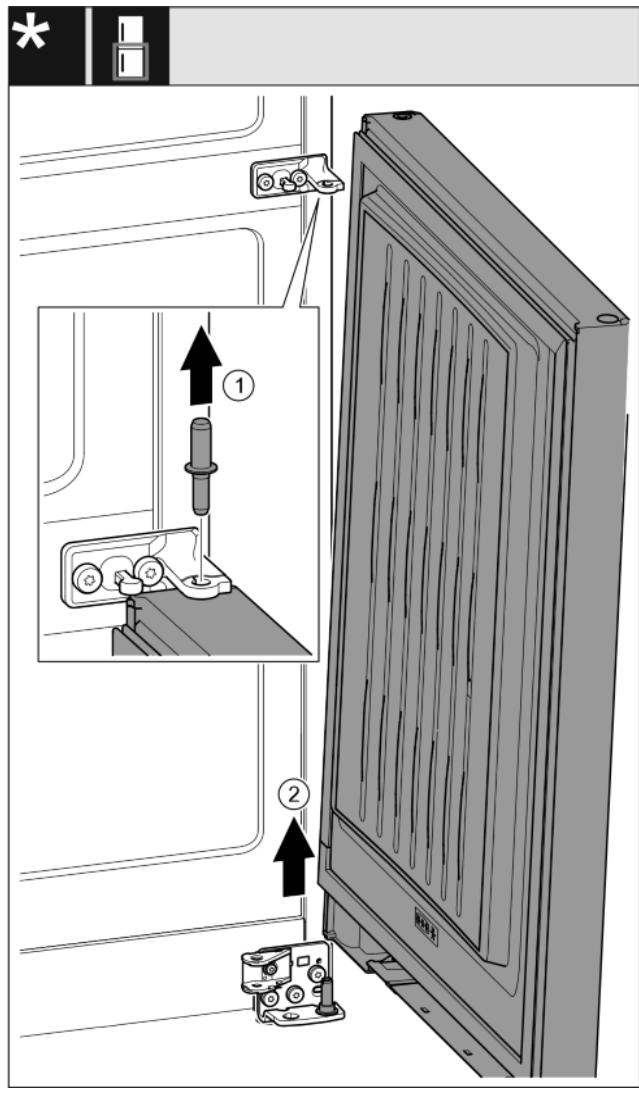

Fig. 19*
- Извлеките пальцы движением вверх.* Fig. 19 (1)
- Отведите дверь, приподнимите вверх и отставьте в сторону.* Fig. 19 (2)